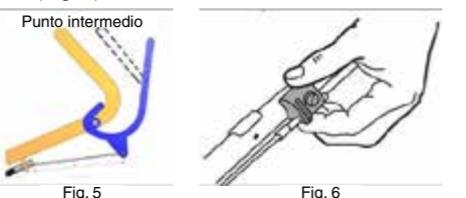

Fig. 5 Punto intermedio
2. Trascinare indietro il tosaerba verso di sé sulle ruote mentre si chiude gradualmente la staffa SP e annotare la posizione della staffa quando un'ulteriore resistenza al movimento retrogrado indica che la frizione si sta innestando. Tale ulteriore resistenza dovrebbe verificarsi quando la staffa SP si trova in un punto intermedio tra la posizione di apertura e quella di chiusura (Fig. 5).